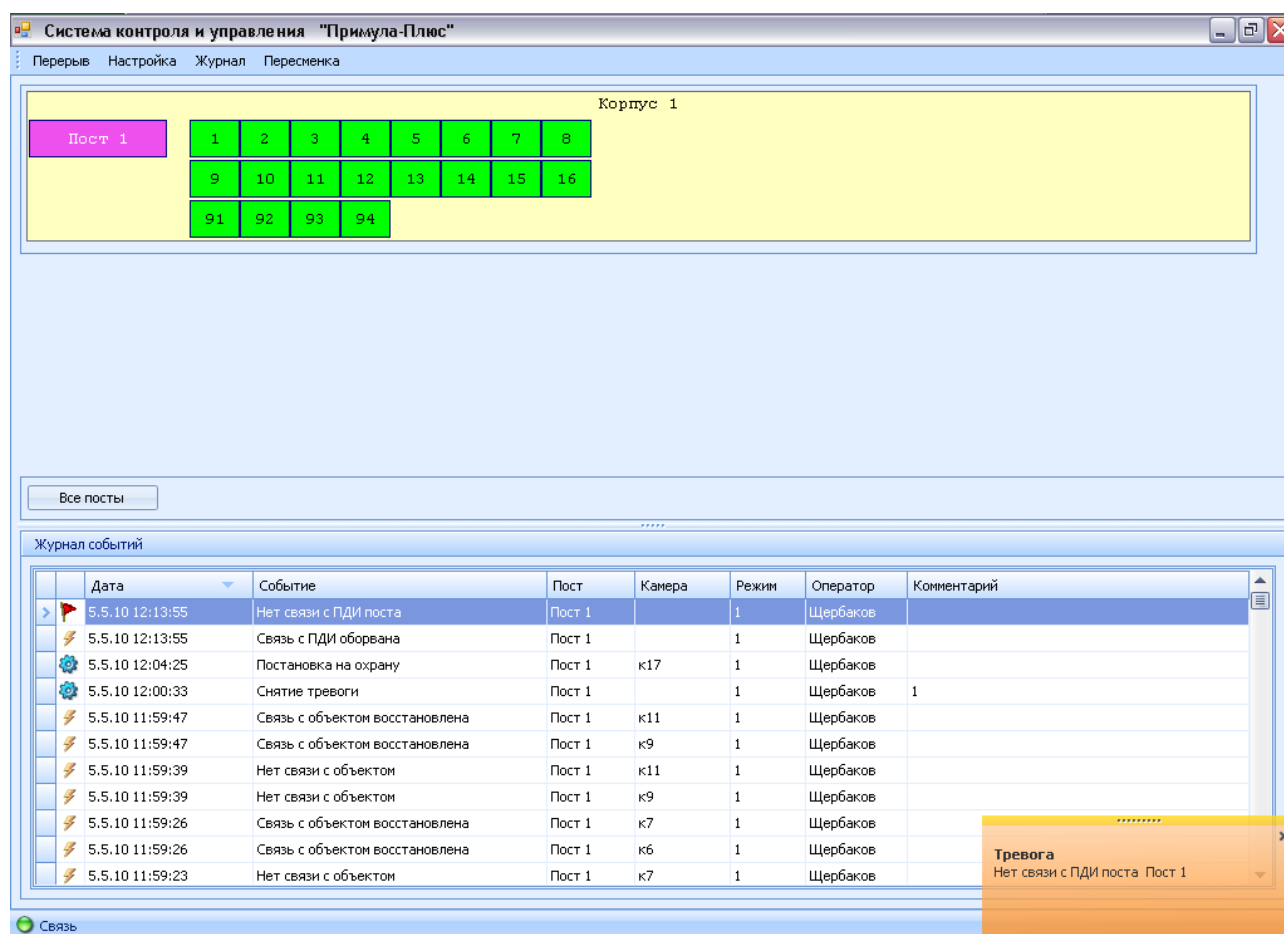

Рисунок 22: Тревожное сообщение
7.7.1. Тревожное событие отображается появлением всплывающего окна красного цвета по центру экрана с описанием тревожного сообщения по системе (рис. 22) из перечня тревожных событий в системе: